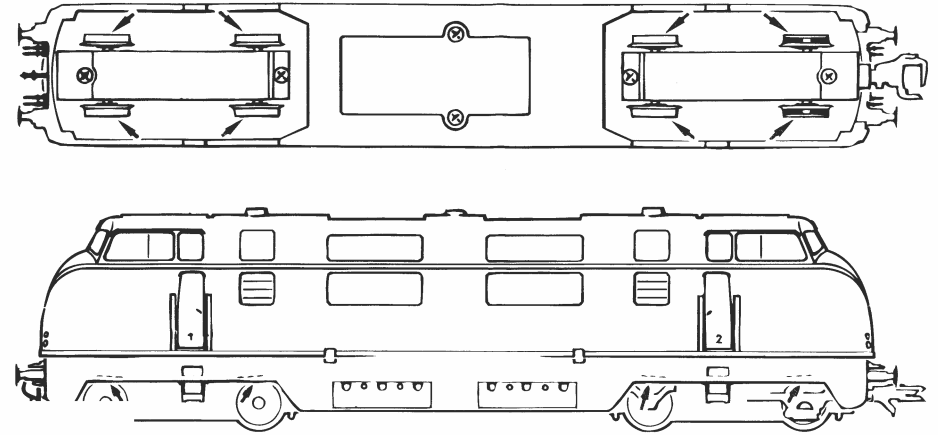

Fig. 4
**3. Lämpchenwechsel:** Zuerst das Lokgehäuse abnehmen (Fig. 4). Danach können Sie die Lämpchen wechseln (Fig. 7).
**5. Kohlebürstenwechsel:** Lokgehäuse abnehmen (Fig. 4). Danach wird der **Motor ausgebaut** (Fig. 10) und die **Kohlebürsten ausgewechselt**.
**Exploitation en télécommande multi-trains:** Veuillez démonter d'abord la caisse (fig. 4). Enlevez ensuite la fiche de shuntage de l'interface (à conserver!) et enfichez finalement la fiche du module de télécommande aux prises de l'interface. Veillez à la position correcte de la fiche (voir fig. 6).
### **2. Graissage:** N'appliquez **qu'une tout petite goutte** aux endroits indiqués par le plan de graissage (fig. 9) après avoir démonté la caisse de la locomotive (fig. 4). Nous vous recommandons
**3. Remplacement des ampoules:** Veuillez démonter d'abord la caisse de votre locomotive (fig. 4), puis vous pouvez **échanger les ampoules** (voir fig. 7).
**5. Remplacement des balais du moteur:** Démontez la caisse (voir fig. 4). Sortez ensuite le moteur de son longement (voir fig. 10) et échangez finalement le balais.
**Running in digital mode:** First remove loco body (fig. 4). Then remove the jumper from the interface. Finally put the plug of the chip into the interface as shown in fig. 6.
**2. Lubrication:** Apply **tiny oil drops** to spots marked in fig. 9. Prior to lubrication dismantle locomotive (fig. 4). We recommend using item no. **10906, Roco oiler**. For lubrication the gear-parts (e.g. cog-wheels, worm,...) we would recommend our Roco **special grease** (item No. **10905**).
**3. Change of lights:** First remove loco body (fig. 4) and then change **lights**. (fig. 7).
**5. Carbon Brush Changing:** First **remove** loco body (fig. 4), and then the **motor** (fig. 10).
voir } Fig. 4